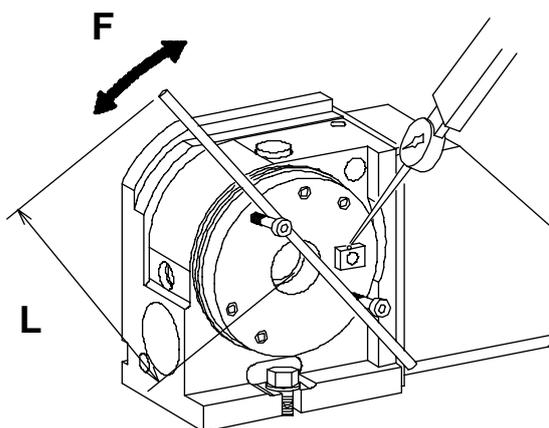

Fig.5
10-1.Méthode de mesure du jeu de l'engrenage à vis sans fin (voir la fig.5)
- 2) Tournez lentement la table en utilisant le taraud sur la surface comme indiqué sur la fig. 5. Lisez ensuite la valeur indiquée par le comparateur lorsque la dent de la roue à vis sans fin entre en contact avec l'arbre à vis sans fin. A ce moment, le couple de rotation ajouté à la table est le suivant. Faites ensuite tourner la table dans les mêmes conditions dans la direction opposée. La différence de ces mesures est la valeur du jeu.